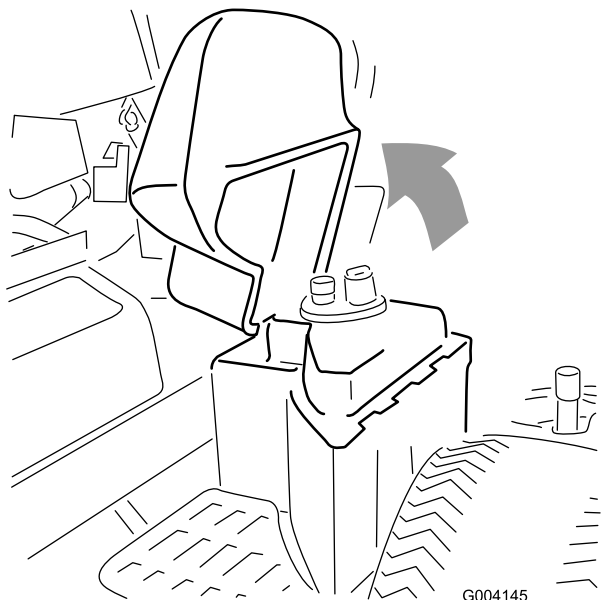

図 36
2. 機体右側から油圧オイル・タンクのカバーを開ける (図 36)。